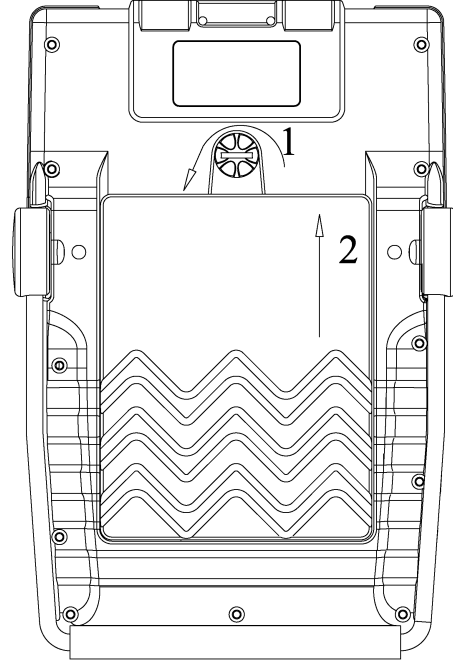

图 1-8 电池拆卸示意图
- 1) 将电池螺钉向左旋转直到螺钉松开（如图 1-8 中的 1）；
- 2) 向上拔出电池（如图 1-8 中的 2）。